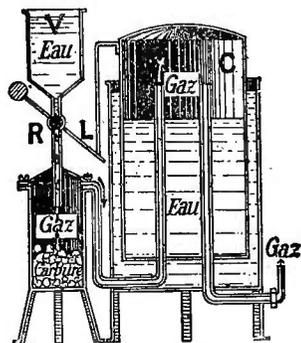

FIG. 133. — PRINCIPE D'UN APPAREIL A CHUTE D'EAU.
I. — *Appareils à chute d'eau sur le carbure.* — Dans ces appareils (fig. 133) l'eau venant du vase V tombe sur le carbure; du gaz se dégage et se rend sous la cloche C qu'il soulève. Cette cloche en se soulevant fait agir le levier L qui ferme le robinet du vase V. Au fur et à mesure que le gaz est consommé, la cloche s'abaisse, ouvre le robinet R et l'eau peut tomber sur le carbure pour produire une nouvelle quantité de gaz.
FIG. 133 bis. — PRIN-
— Pour ces appareils (fig. 133 bis), le carbure est suspendu dans une position fixe de telle façon qu'à la pression atmosphérique il se trouve plongé dans l'eau : du gaz se dégage sous la cloche C et comme cette dernière est fixe, il s'y accumule, fait pression sur l'eau et peu à peu abaisse son niveau. L'eau n'étant plus au contact avec le carbure, le gaz cesse de se dégager. Au fur et à mesure que le gaz produit est consommé, le niveau de l'eau remonte, se trouve au contact du carbure et une nouvelle quantité de gaz se dégage (même principe que celui indiqué fig. 132).